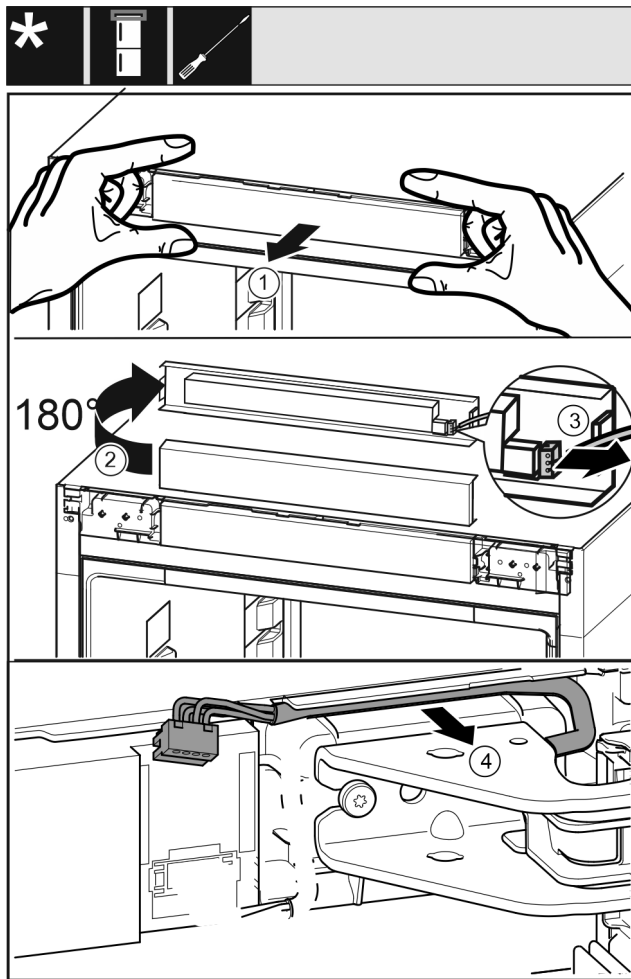

Fig. 18
- ▶ Bedienblende Fig. 18 (1) vorsichtig nach vorne lösen.
- ▶ Bedienblende Fig. 18 (2) nach oben um 180° drehen.
- ▶ Rastnase Fig. 18 (3) nach hinten drücken und den Stecker vorsichtig herausziehen.
- ▶ Kabel Fig. 18 (4) über Lagerbock vorsichtig aus der Führung lösen.